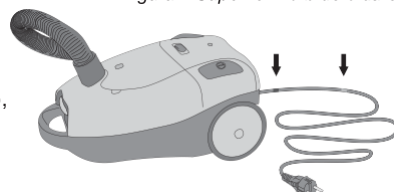

Figura 5 Marcature del cavo
6. Il cavo presenta una marcatura gialla e una marcatura rossa (vedere la figura 5). Estrarre il cavo fino alla marcatura gialla.